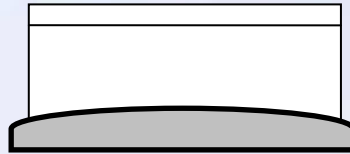

图 2
少，银胶太少会导致固晶不牢，建议银胶覆盖 Si 基板 **1/3~1/2 处**。如图 2
2. 银胶(或锡膏)不可超过粘结金属层，否则可能会导致短路，银胶太少会导致固晶不牢，**建议银胶覆盖芯片 1/3~1/2 处，如图 2。**